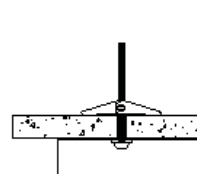

Fig 3
**See Fig 3.**
Si la perceuse ne rencontre pas de solive, agrandir le trou du plafond pour permettre un boulon à ailettes. Tenir l'appareil contre la boîte de raccordement et tirer les fils d'alimentation dans l'appareil par la débouchure, insérer et serrer le boulon. **Voir Fig 3.**